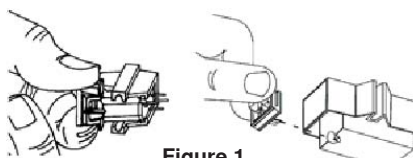

Figure 1
- Carefully remove the stylus from the cartridge. See Figure 1.
1. Die Abtastnadel vorsichtig aus dem Tonabnehmer entfernen. Siehe **Abbildung 1**.